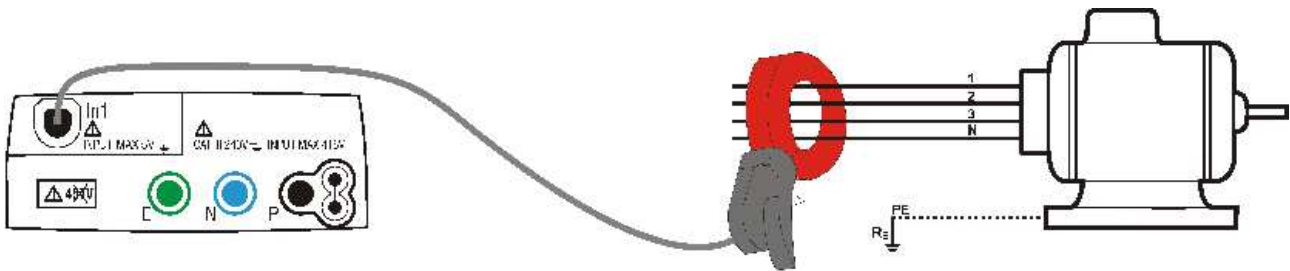
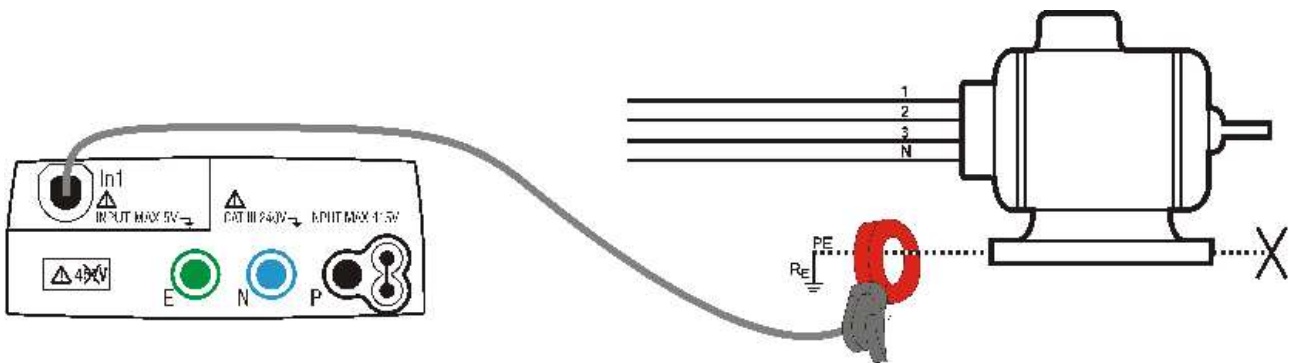

Abb. 30: Indirekte Messung indirekten Leckstroms in einer dreiphasigen Installation
Abb. 31: Direkte Messung eines Leckstroms in einer dreiphasigen Installation
5. Zur indirekten Messung des Leckstroms schließen Sie die externe Stromzange entsprechend Abb. 30 an. Zur direkten Messung des Leckstroms schließen Sie die externe Stromzange entsprechend Abb. 31 an und trennen alle möglicherweise vorhandenen zusätzlichen Erdungen, welche die Testergebnisse beeinflussen können